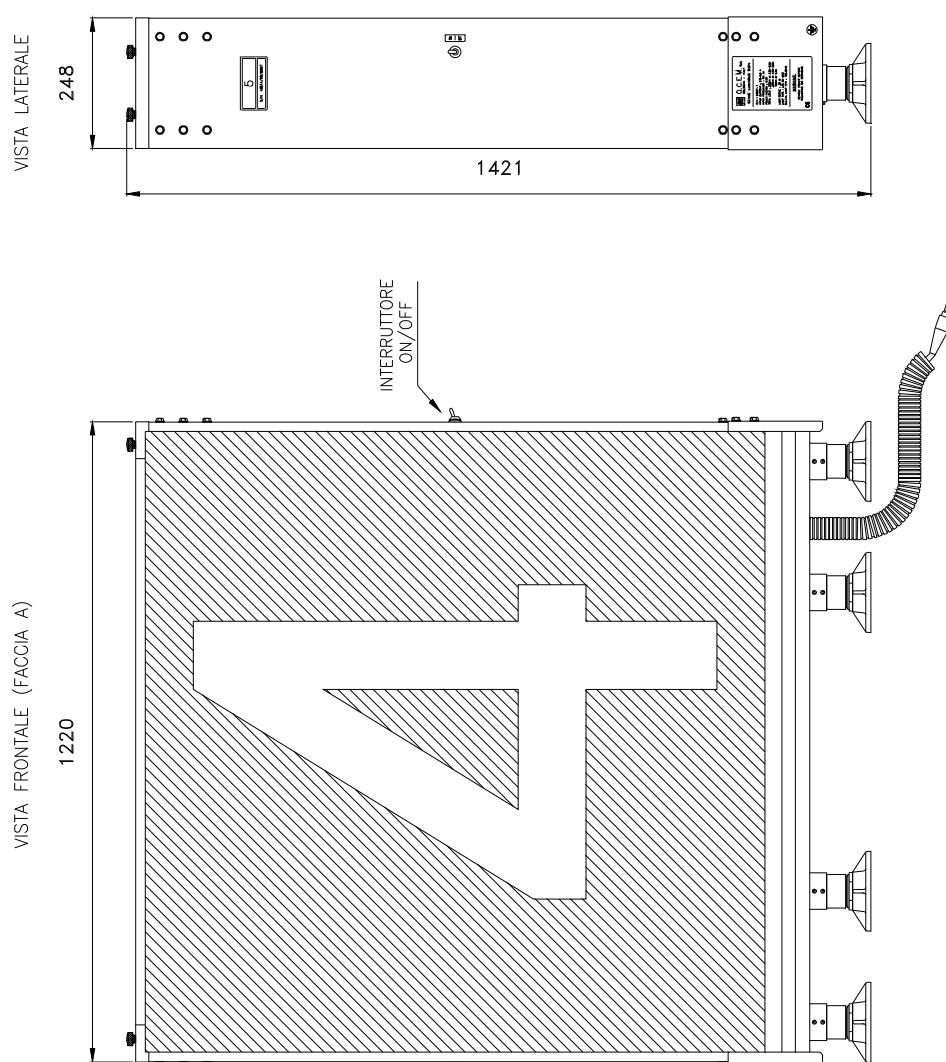

FIG. 1 - TABELLE LUMINOSE SDS -
- a. Riferirsi alla Fig. 1 per l'interdistanza fra le gambe di sostegno.